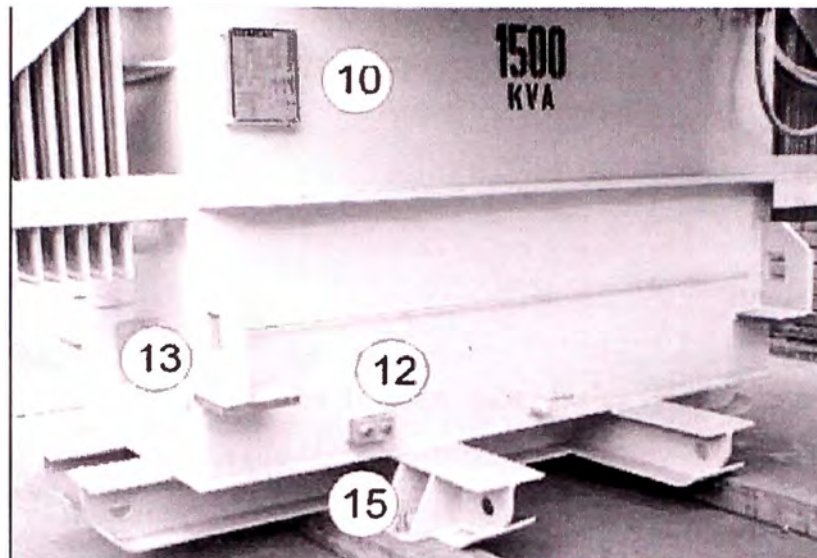

Figura 2.13
- e) Micro interruptor de sobre presión Fema:** Permite suministrar señal de sobre presión cuando la válvula no tiene contactos. Ver figura 2.13 indicado con 5
- j) **Placa de características:** Resume los datos eléctricos y de identificación. Ver figura 2.13 indicado con 10.
o) Skid: Aplica cuando el transformador se arrastra en una superficie. Ver figura 2.13 indicado con 15